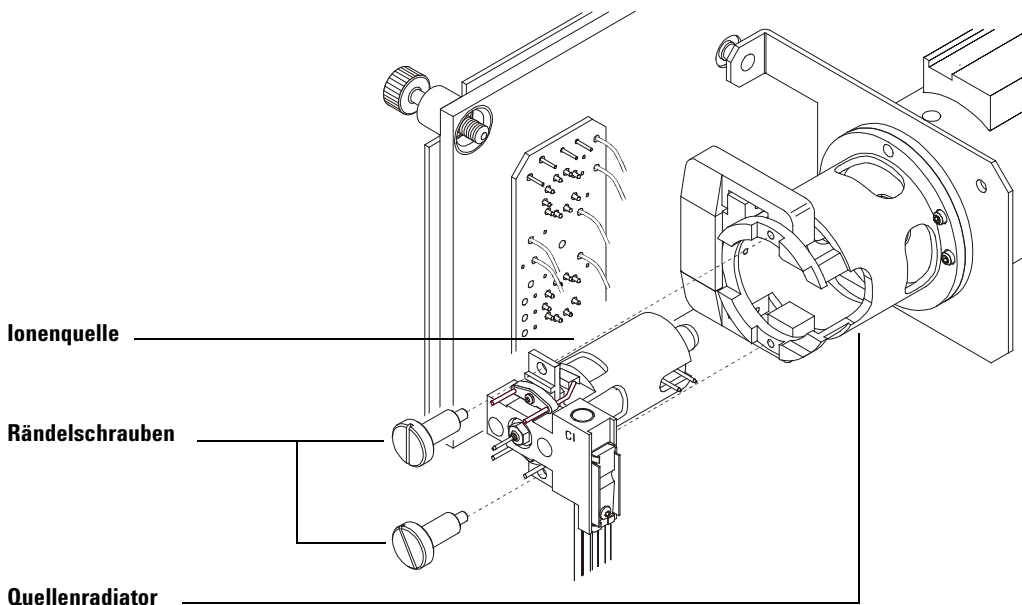

Abb. 32 Installieren der CI-Ionenquelle
- 4 Bringen Sie die Rändelschrauben wieder an (Abb. 32).
- 2 Entfernen Sie die Glühdrähte. Siehe Figure 32 on page 164.